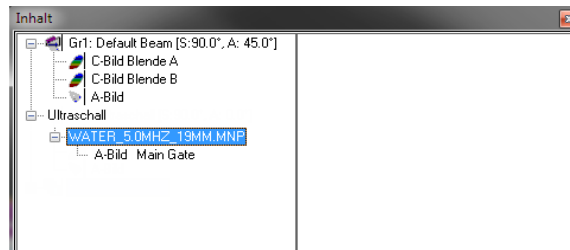

Abbildung 10-2 Dialogfeld Inhalt mit einer PASS-Datei (Beispiel)
5. Wählen Sie im Dialogfeld **Inhalt** (siehe Abbildung 10-2 auf Seite 468) die gewünschten Ansichten für die importierte PASS-Datei aus.